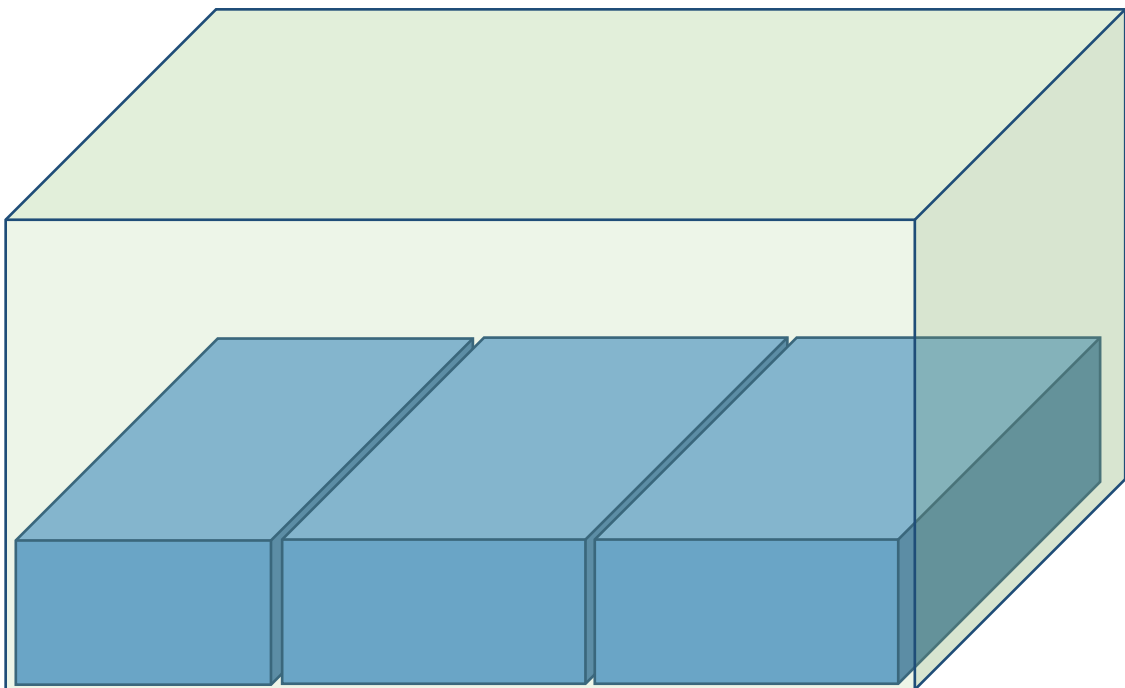

Figura 9: Nível de uma RACK com três paletes.
Na Fase II pretende-se estudar o armazenamento das paletes, considerando que é possível colocar em cada nível (alvéolo) de cada RACK de armazenamento mais do que uma paleta, respeitando a largura disponível (L) em cada RACK. A Figura 9 ilustra um nível (alvéolo) de uma RACK com três paletes.